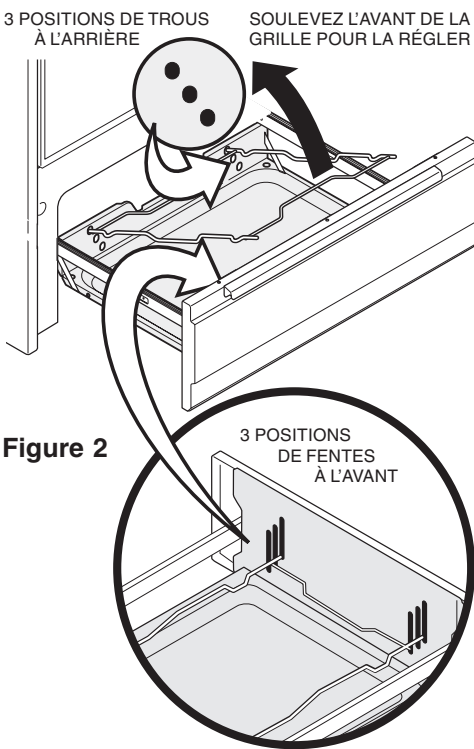

Figure 2
4. Pour placer la grille, soulevez l'avant et sortez la grille des trous de positionnement à l'arrière du tiroir de la lèchefrite. Remettez en place l'arrière de la grille aux trous de positionnement voulus et laissez l'avant de la grille coulisser en place dans les fentes correspondantes à l'avant du tiroir de la lèchefrite. (Voir figure 2).